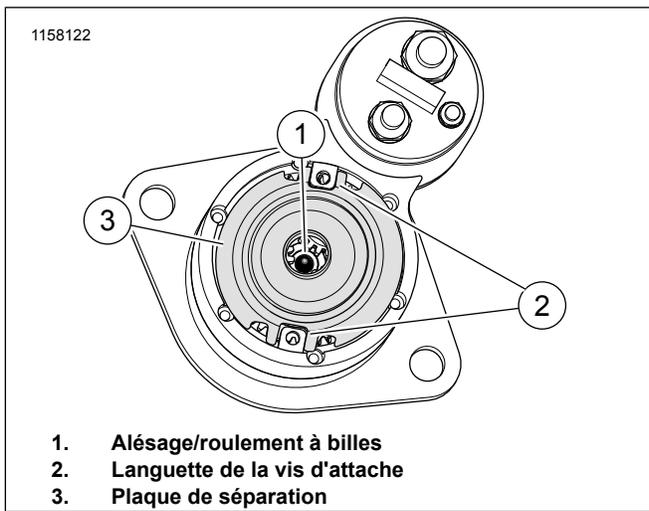

Figure 3. Roulement à billes de l'axe d'induit
5. Figure 3 Déposer la plaque de séparation (3).
7. Inspecter l'alésage du roulement à billes (1).
- f. Enduire le jeu d'engrenages planétaires et le roulement à billes avec de la graisse du sachet (6).
10. Figure 3 Vérifier que les languettes de la vis d'attache (2) ne sont pas endommagées ou fissurées.